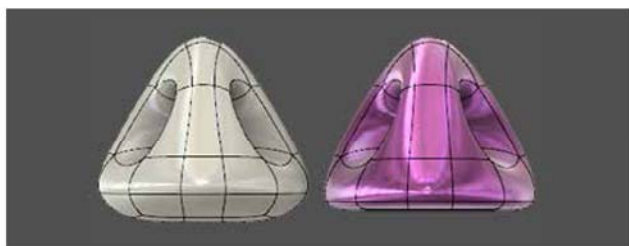

图 2-116
(15) 展平：将顶点投影到最近拟合平面或用户定义的平面（见图 2-116）。选择要重新定位的顶点。